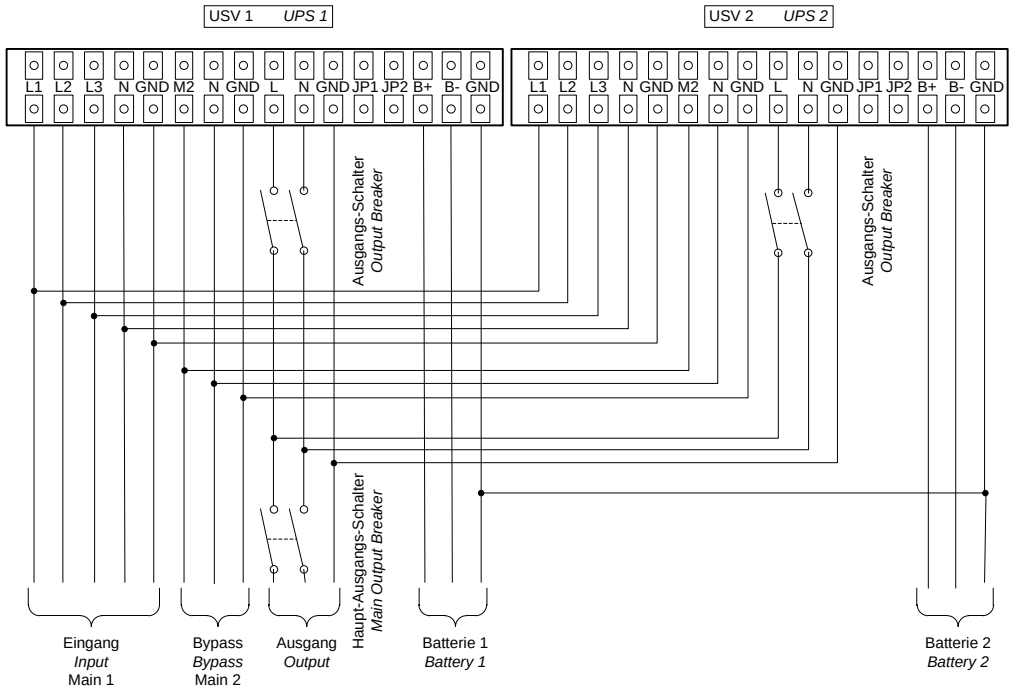
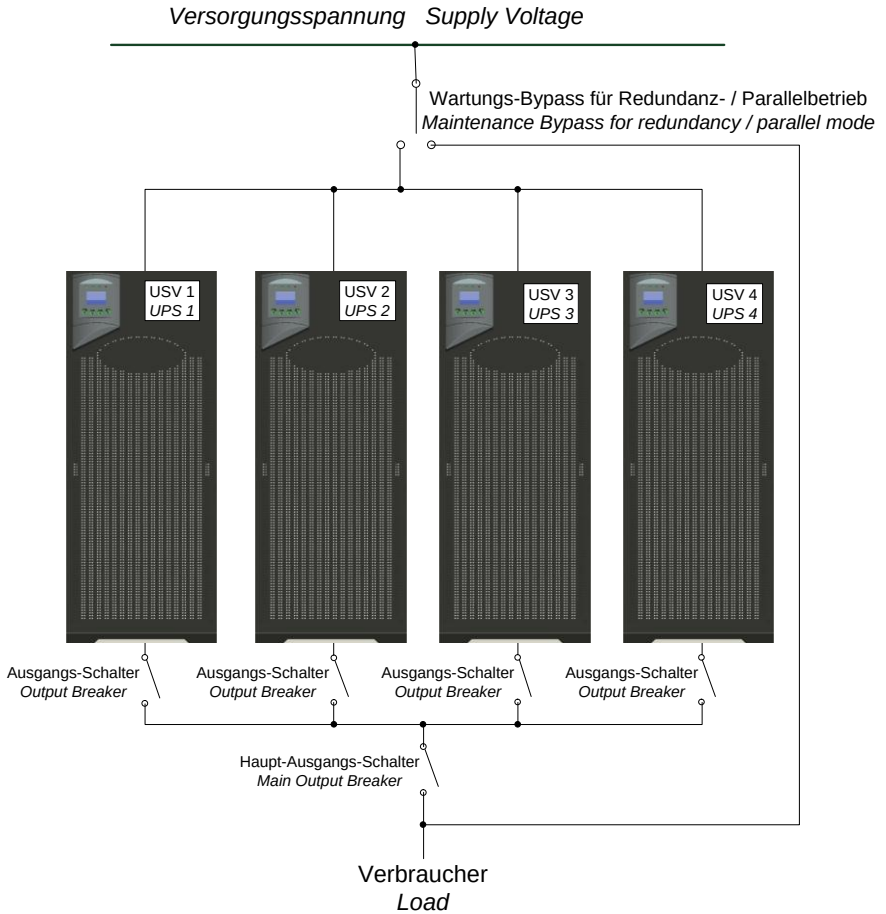

Abbildung 23: Anschlussplan 1 Redundanz-/Parallelbetrieb
Abbildung 24: Anschlussplan 2 Redundanz-/Parallelbetrieb
2. Verbinden Sie die Ein- und Ausgänge der USV-Anlagen gemäß Abbildung 23 und Abbildung 24 mit den einzelnen Leistungsschaltern (Leistungsschalter nicht im Lieferumfang). Achten Sie darauf, dass alle Leistungsschalter geöffnet sind.
3. Außerdem empfiehlt ONLINE einen zusätzlichen Wartungsby-pass (nicht im Lieferumfang) für den Verbund zu installieren (siehe Abbildung 24).